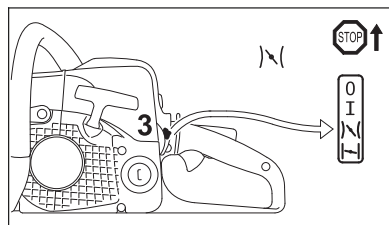

Рис. 49
- Комбинированный рычаг (рис. 49, поз. 3) установить в положение газа запуска)\(| и продолжить запуск.